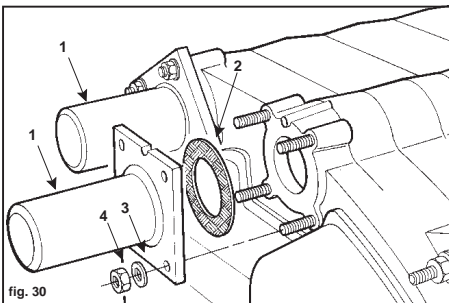

fig. 30
- 16 (Fig. 30) Flansch 1 nach Zwischenlegen der Dichtung 2 und der Scheiben 3 montieren, die Muttern 4 anbringen und fest anziehen.